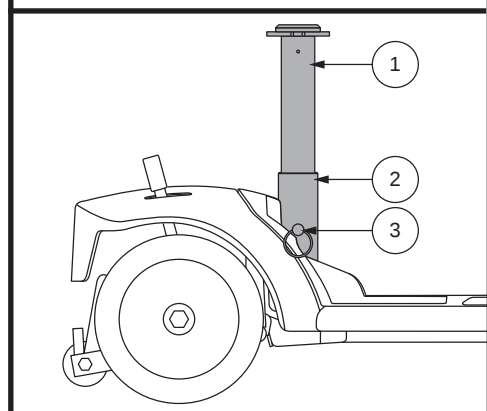

Figura 25. Regolazione dell'altezza del sedile
È possibile posizionare il sedile ad altezze differenti. **Vedere figura 25.**
2. Rimuovere il montante della sella dal Travel Scooter staccando il perno di fermo dalla parte inferiore del reggisella, poi sollevare il montante ed estrarlo dal Travel Scooter. **Vedere figura 25.**